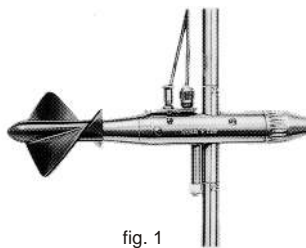

fig. 1
1. Fixation directe du corps du moulinet sur la perche (20 mm Ø) en acier inoxydable et utilisation d'un indicateur de direction (fig. 1).